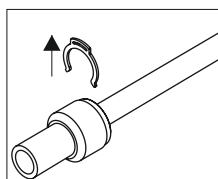

Рис. 1
- 1) Обезпечаващият клипс да се извади (рис. 1).